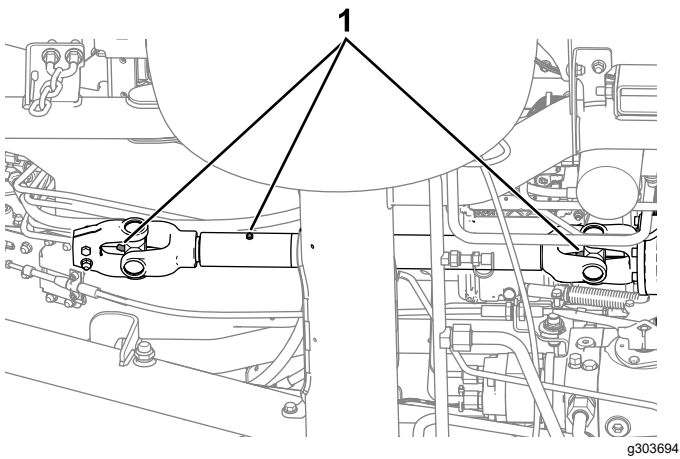

Bild 46
- Zapfwellen-Antriebswelle (Bild 46)